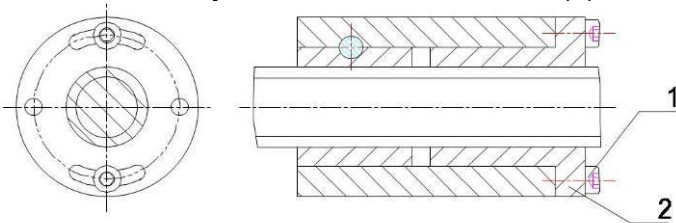

Рис.14
Ослабьте винт (1) Рис.14, отрегулируйте гайку (2) до тех пор, пока не будет ощущаться небольшое сопротивление при перемещении стола, люфт должен быть не больше 1/10 цены деления нониуса, затем затяните винт (1).